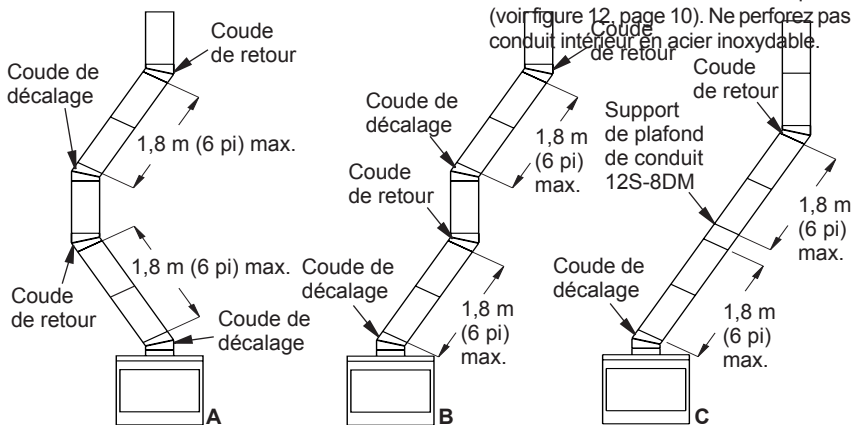

Figure 10 - Installation représentative d'un décalage
et 120 cm (12, 18, 24, 36 et 48 po) (voir le tableau des décalages et la figure 10).
3. La longueur maximale du conduit entre les supports (coude de retour ou 12S-8DM) est 2,82 m (6 pi) de longueur d'angle. On peut installer un maximum de deux sections de longueur d'angle de 2,82 m (6 pi) par cheminée (voir figure 10).